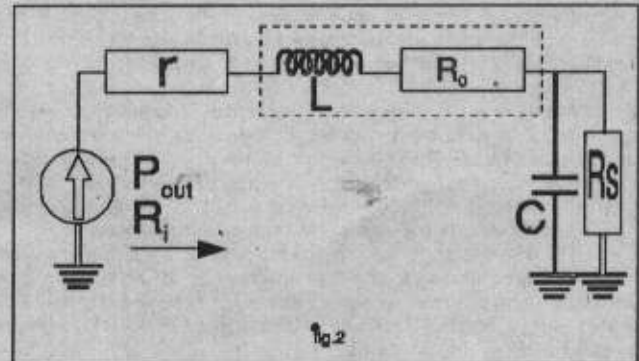

Fig.2
Se vor alimenta apoi oscilatoarele pentru gama 1 și gama 2 (T4 și T5 din fig.2). Cu o sondă de radiofrecvență se vor regla L8 și L9 pentru semnal maxim; este util să se verifice cu un frecvențmetru cuplat peste L9 cu o spiră, selecția armonicii a 3-a, respectiv frecvențele de 22 și 24 MHz. Procedura de aliniere este descrisă amănunțit în (4)
Se va regla apoi P4 (fig.2) pentru o tensiune pe cursor de 4 V și se va refăce traseul dintre bobina L4 și tranzistorul T2. Se va aplica apoi la intrare un semnal din gama dorită cu generatorul; P3 (fig.9) se va poziționa spre limita inferioară sau superioară după cum se selectează gama (27 sau 29 MHz). Cînd semnalul se copiază la ieșire se vor ajusta L1/L3/L4 pentru recepție maximă și se va face și un retuș la P1 (fig.2). Se va urmări ca la acționarea lui P3 sensibilitatea să fie uniformă și pe gama 1, și pe gama 2.
7.2. Numărul de segmente de 500kHz recepționabile în gama 27-30 MHz poate fi extins prin echiparea corespunzătoare cu oscilatoare locale (fig.2) cuplate în comun la grila 2 a lui T2. Se va modifica corespunzător cablajul imprimat.
7.5. Din experimentările făcute reiese că atît media frecvență variabilă FI1, poate funcționa corespunzător, atît între 5-5,5 MHz, cît și între 6-6,5 MHz. Deci în dimensionarea receptorului, primul cristal de mixaj (fig.2) este puțin critic deoarece se poate „trage” frecvența intermediară. De exemplu
7.6. Oscilatoarele cu cuarț prezentate (fig.2) pot funcționa foarte bine și cu selecția armonicii 2 sau 4 a cristalului de bază, fapt care duce la lărgirea domeniului de frecvențe permis. Astfel pentru a genera 22 MHz în L8/L9 se pot folosi și cristale de 11 MHz sau 5,5 MHz. Observațiile de la punctul 7.5 se mențin cu excepția ecarterului de frecvențe dintre cristale care devin 250, respectiv 125 kHz.
Evaluările se vor face cu referire la fig.2
Este un fapt verificat experimental că factorul de calitate (Q) al unei bobine este mai scăzut decît al unui condensator variabil cu aer. Din acest motiv, presupunerea că pierderile din transmatch își au sediul în bobină este cît se poate de realistă. Am sugerat acest fapt (în fig.2) prin întroducerea în schema echivalentă a bobinei, a unei rezistențe de valoare R_0 care însumează toate pierderile din circuit. Pentru evaluarea pierderilor vom folosi valoarea curentului ce parcurge bobina L și deci pe R_0 . Acest curent este chiar cel debitat de sursa E în condiții de putere maximă, căci rețeau LC a realizat adaptarea. Deci puterea activă pierdută în circuitul de adaptare este:
Reactanța necesară a bobinei este în acest caz (fig.2)